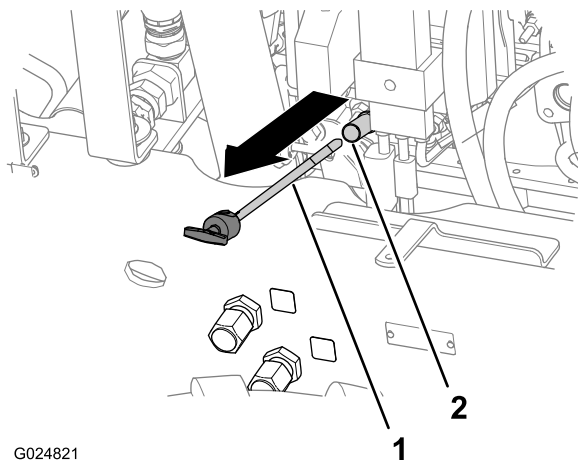

Figura 23
4. Togliete l'asta di livello e asciugatela e pulitela con un panno pulito (Figura 23).
5. Inserite totalmente l'asta di livello nel relativo tubo, quindi estraetela (Figura 23).